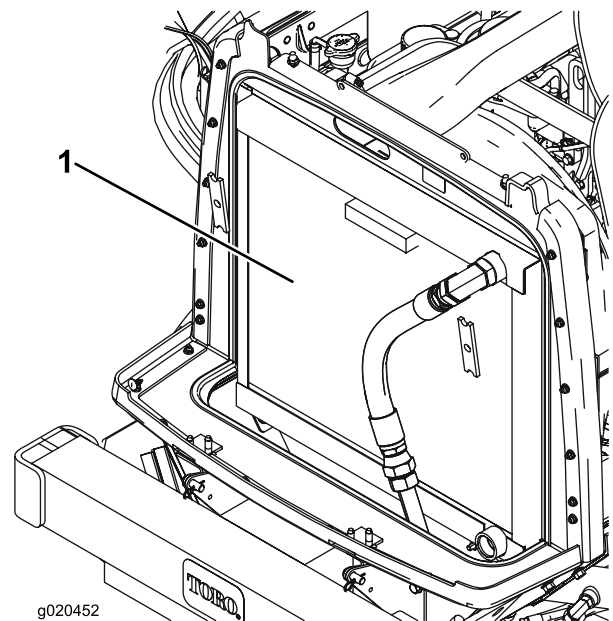

Figure 62
2. Nettoyez soigneusement les deux côtés du radiateur/refroidisseur (Figure 62) à l'air comprimé. Commencez par le côté ventilateur et soufflez les débris vers l'arrière. Nettoyez ensuite en soufflant de l'arrière vers l'avant. Répétez cette procédure plusieurs fois jusqu'à ce qu'il ne reste plus aucun débris.